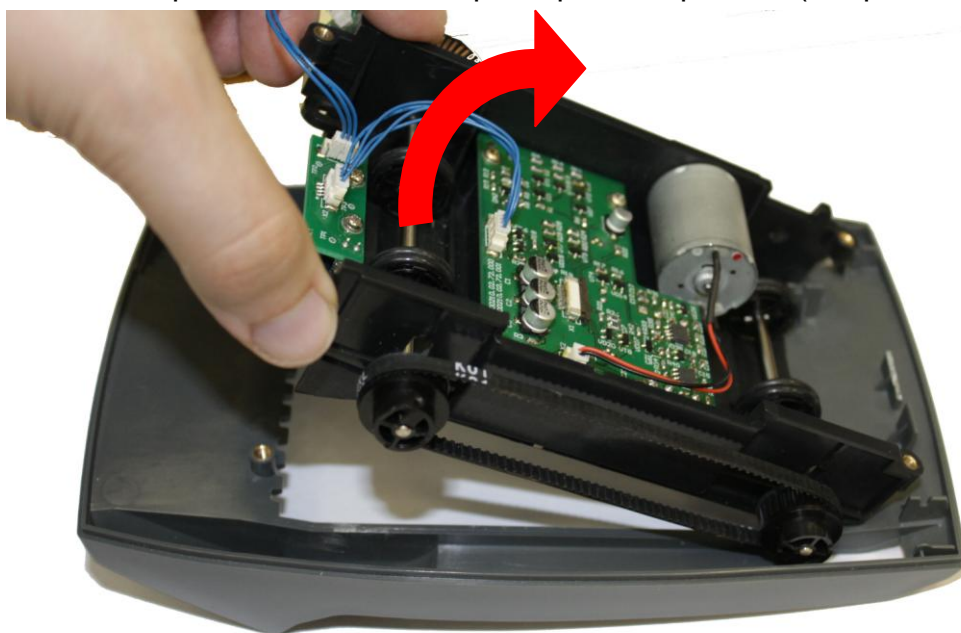

Рис. 8.26
8.11.3 Снимите каркаса нижнего в сборе с крышки средней (см. рис.8.26).